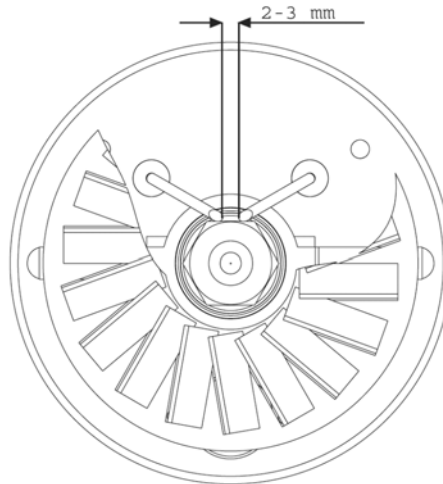

Bild .2
- Brenner ausbauen und seine Bestandteile reinigen. Elektroden reinigen und Abstand auf den Wert gemäß Bild 2 einstellen.
• Position d. Elektroden und deren Entfernung gemäß Schema Bild 2 überprüfen